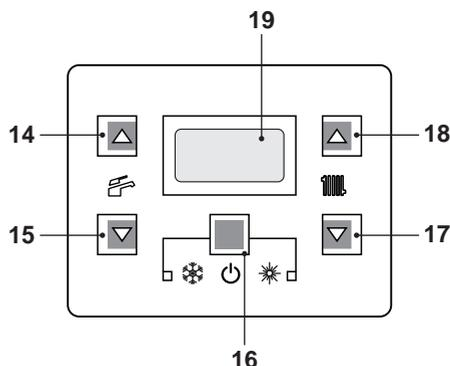

Figura 6.6
- Tenere premuto per 2 secondi il tasto 16 fino a far apparire sul display entrambe i simboli  e  Figura 6.6.
- Spegnerla la caldaia tenendo premuto per 2 secondi il tasto 16(Figura 6.6)fino a far apparire sul display LCD il simbolo  (Figura 6.5).